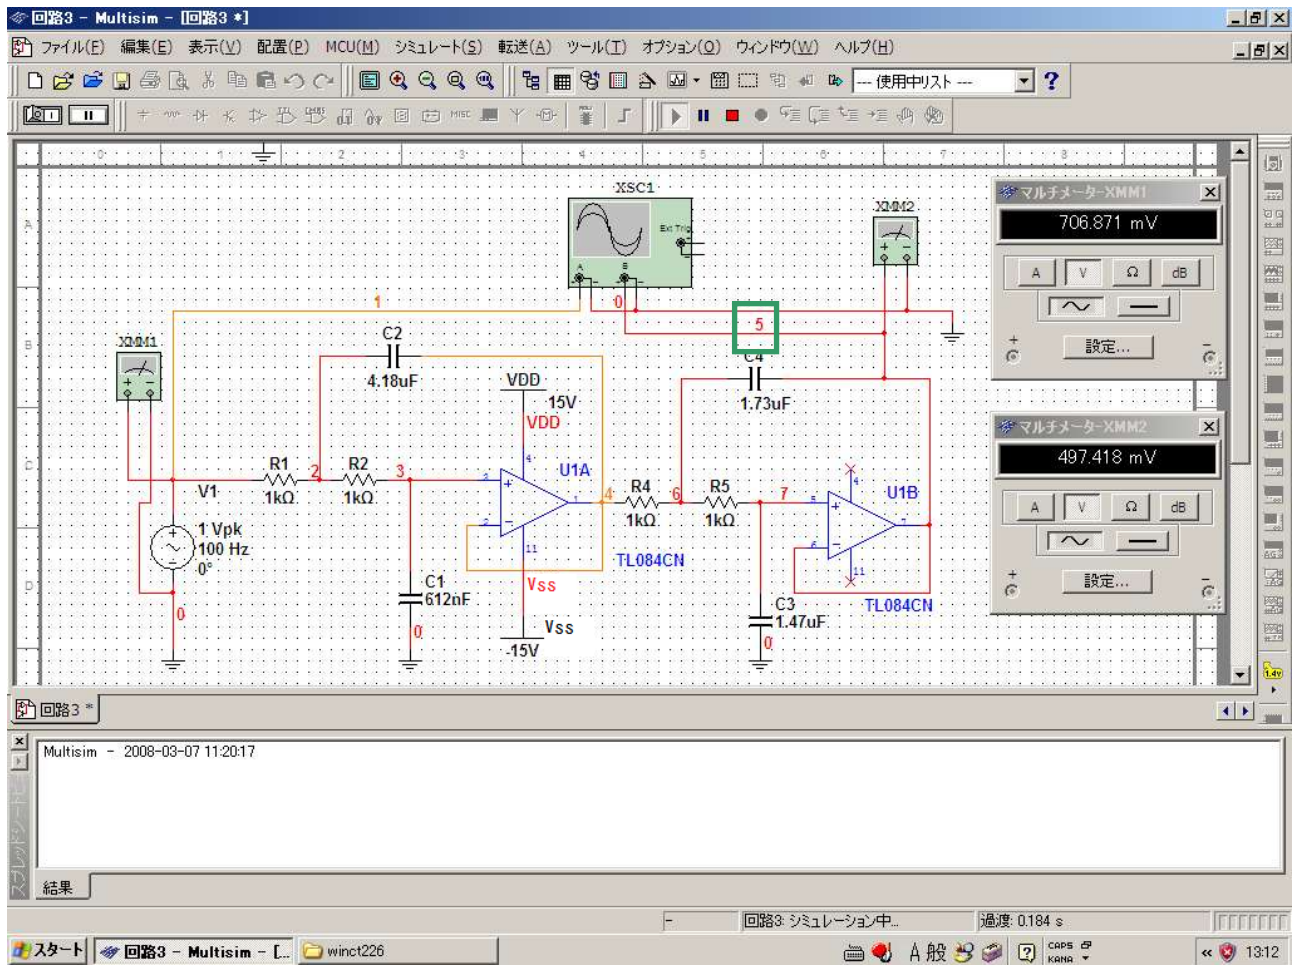

図 39 マルチメータによる入出力電圧の測定（緑枠のネット名は AC 解析時に利用）
「コンポーネントを選択」ダイアログより順次部品を選択し、配置する。（配置場所は図 39 を参考。キャパシタの番号に注意して配置を行うこと。）
「コンポーネントを選択」ダイアログにおいて「グループ」を **Source**、「ファミリー」を **POWER_SOURCES**、「コンポーネント」を **VDD** とし、「OK」ボタンを押して前段の OP アンプの 4 番ピンに配置。11 番ピンには、「コンポーネント」欄を **Vss** とした電源を配置する（図 39 を参考。） OP アンプの 11 番ピンに接続する電源は端子の向きを変えた方がよい。まずマウス左クリックで電源を選択。次にマウス右ボタンで操作メニューを開き、**上下反転**を選択する。
マルチメータ 2 台を図 39 のとおり配置し、各部のワイヤ接続を行う。信号源の電圧を 1V、周波数を 10Hz、100Hz、1kHz に設定して、マルチメータより入力電圧、出力電圧を読み取る。(マルチメータの利用については 3-1 から 3-7 を参考。)
- ・ 「出力」タブの「解析用に選択した変数」では、回路図より OP アンプ出力部ワイヤのネット名を調べ、選択する。(例えば、図 39 ではネット名が 5 であるので V(5) を選択している。)